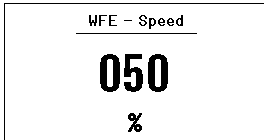

Fig. 35:
La estación de soldar WX 1 detecta automáticamente el equipo que está conectado. La estación de soldar WX 1 muestra en la parte izquierda (interfaz delantera (23), véase la Fig. 35) o en la parte derecha (interfaz trasera) el símbolo o el nombre del equipo adicional conectado (23/18).